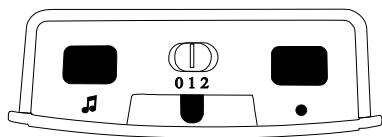

Figure 6 : Face supérieure
À l'aide de l'interrupteur coulissant de sélection du signal (fig. 6 « 0 1 2 »), vous pouvez choisir le type de signalisation.
- a) Appuyez longuement sur la touche (fig. 6). Les symboles s'allument les uns après les autres. Relâchez la touche dès que le symbole souhaité s'allume.
- c) Appuyez pendant 2 secondes sur le bouton de sélection de la mélodie «» (fig. 6). Relâcher le bouton et réappuyez sur le bouton de sélection de la mélodie aussi souvent jusqu'à ce que vous ayez trouvé la séquence de son que vous souhaitez (15 séquences de sons au choix).
- b) Poussez ensuite simultanément sur la touche «» et le bouton de sélection de la mélodie «» (fig. 6), jusqu'à ce que tous les symboles s'allument brièvement ensemble.